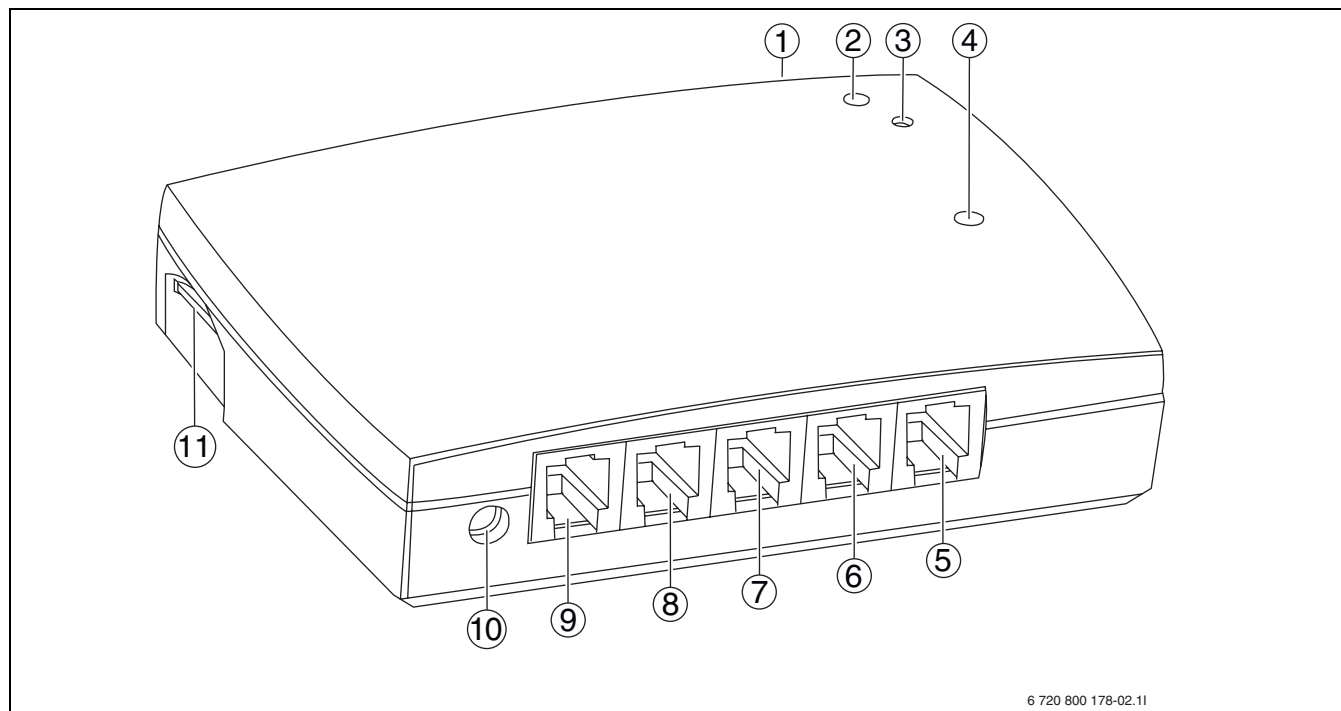

Fig. 20 GSM Control Unit oversigt
Den ene LED-lampe(→ [4] Fig. 20) på GSM Control Unit indikerer forskellig status for GSM Control Unit, afhængigt af hvordan lampen blinker. (→Tab 36)
Når strømmen er tilsluttet tænder GSM Control Units gule LED-lampe(→ [4] Fig. 20) tilfældigt for derefter at slukke.
- ▶ Tryk på tilslutningsknappen → [3] Fig. 20) på GSM Control Unit til LED-lampen (→ [2] Fig. 20) lyser grønt
Tilslutningsknappen (→ [3] Fig. 20) kan også anvendes til at slukke GSM Control Unit.
- ▶ Hold knappen inde i 5 sekunder, LED-lampen (→ [2] Fig. 20) lyser derefter rødt, slip knappen.